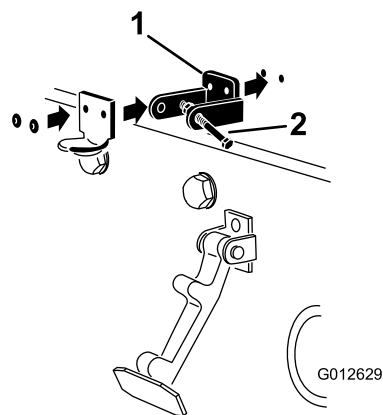

Figura 4
4. Mentre allineate i fori di montaggio, posizionate la staffa di bloccaggio CE e la staffa del fermo del cofano sul cofano (Figura 4).
6. Rivettate le staffe e le rondelle al cofano (Figura 4).